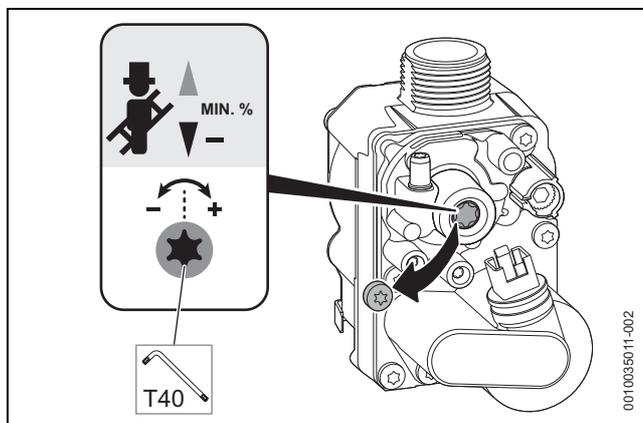

Fig. 42 Réglage de la teneur en CO₂ ou en O₂
- ▶ Retirer le scellé sur la vis de réglage du bloc gaz (seul le bloc gaz est présenté sur la figure 42) et régler la teneur en CO₂ ou en O₂ pour la puissance utile minimale.